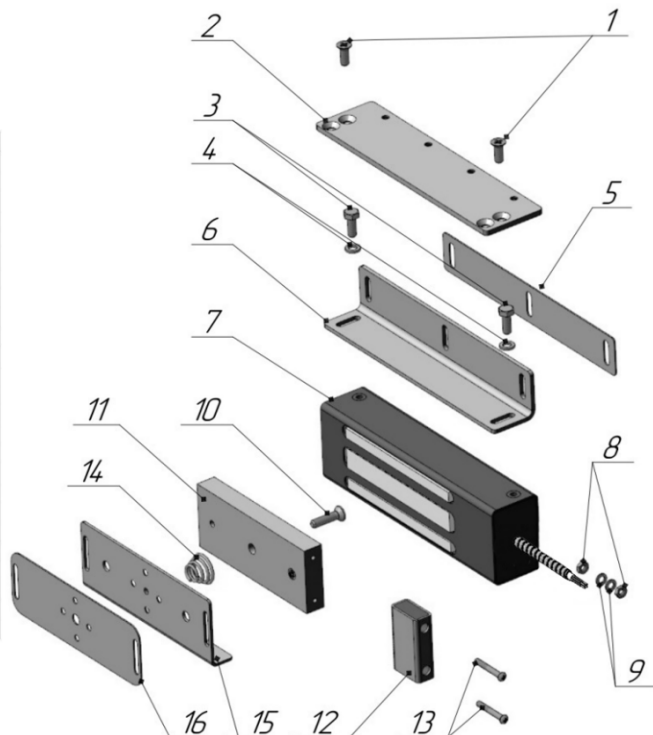
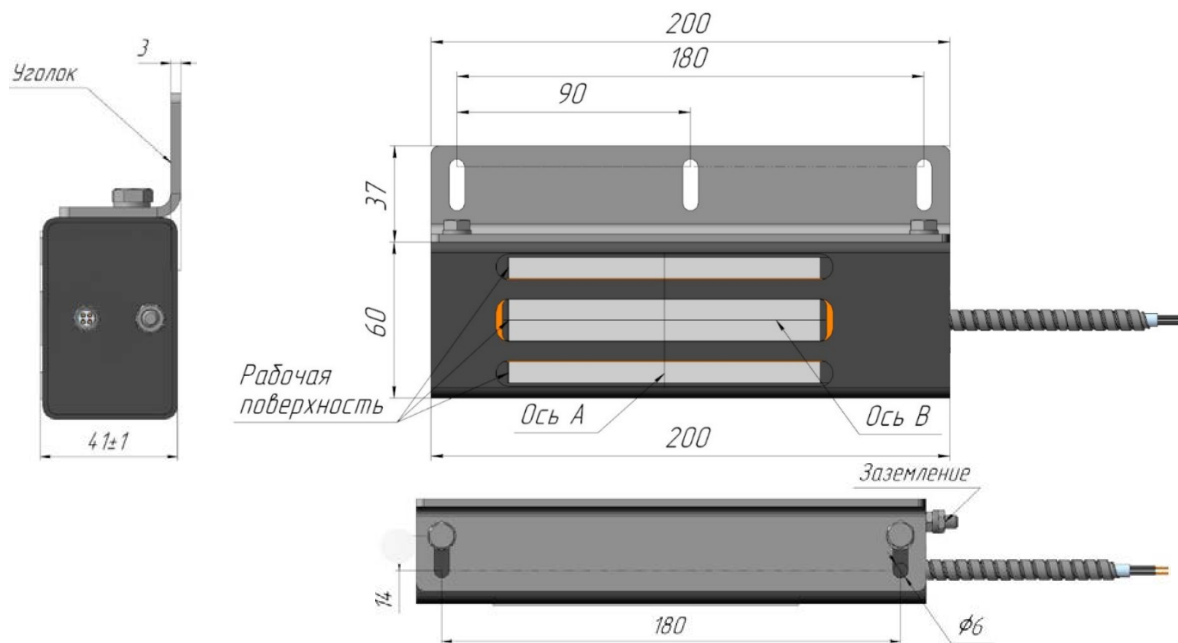

Рис.1 Комплект поставки
Рис.2 Корпусная часть замка FM-26
5.2.1 Замок состоит из корпусной части, якорной части и комплекта креплений (рис.1). Срабатывание замка происходит при механическом контакте рабочих поверхностей корпуса и якоря, после подачи питающего напряжения. Для обеспечения эксплуатационных характеристик рабочие поверхности корпуса и якоря должны быть совмещены и плотно прилегать друг к другу при закрывании двери. Скорость соударения рабочих поверхностей в процессе закрывания двери не должна превышать 1м/сек, для чего рекомендуется применять доводчик. Габаритные и установочные размеры корпусной части и якорной части замка приведены на рис.2, 3.
5.4.1 Якорная часть замка разборная и состоит из пластины крепления якоря (15), конической пружины (14), якоря (11) и регулировочного винта (10). Пружина обеспечивает необходимый угловой и осевой ход якоря на пластине для плотного прилегания рабочих поверхностей корпуса и якоря. Крепление якоря на пластине выполняется регулировочным винтом (10). Под регулировочный винт необходимо просверлить отверстие диаметром 8-10мм на глубину 10мм. Винт позволяет производить регулировку положения якоря. Для вращения винта используется шестигранный ключ из комплекта поставки.
7.5.2. В процессе монтажа якорная и корпусная части замка должны быть совмещены в продольном и поперечном направлениях, до совпадения осей А и В. Положение осей показано на рис. 2 и 3.